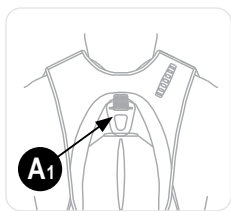

Figura 17
- Conecte o mosquetão da passadeira com absorção de energia ao ponto de fixação de proteção contra queda marcado A1 (consulte a Figura 17). A1 é o único ponto de fixação que fará com que a função de resgate do Latchways PRD funcione.